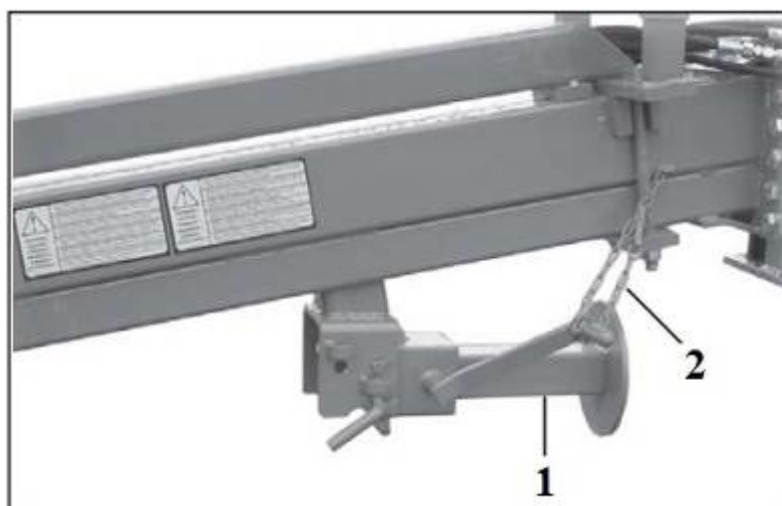

Рисунок 10.
- При помощи рукоятки, поднять опорную ножку, повернуть её (1) (рис. 10) и заблокировать её штифтом. Зафиксировать рукоятку цепочкой (2).